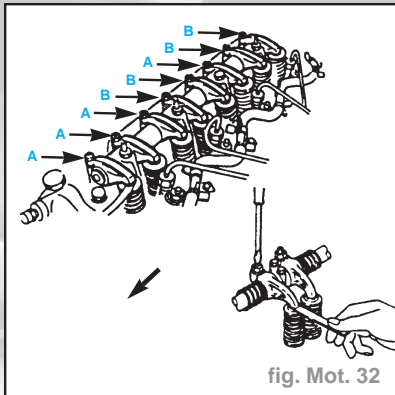

fig. Mot. 32
- Mesurer le jeu aux soupapes 'A' (utiliser une jauge d'épaisseur) (fig. Mot. 32).